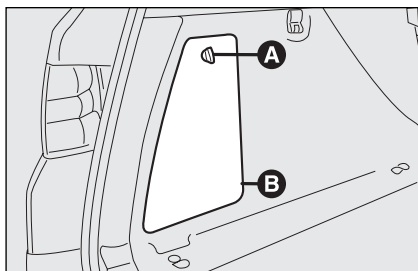

fig. 36
- ☐ rodar o seletor **A-fig. 36** de modo a abrir a portinhola **B**;